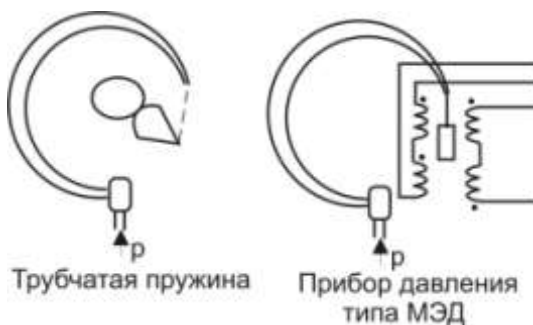

Рис. 3
- 1) трубчатые пружины трубки Бурдона (С-образные, спиральные и закрученные) (рис. 3).